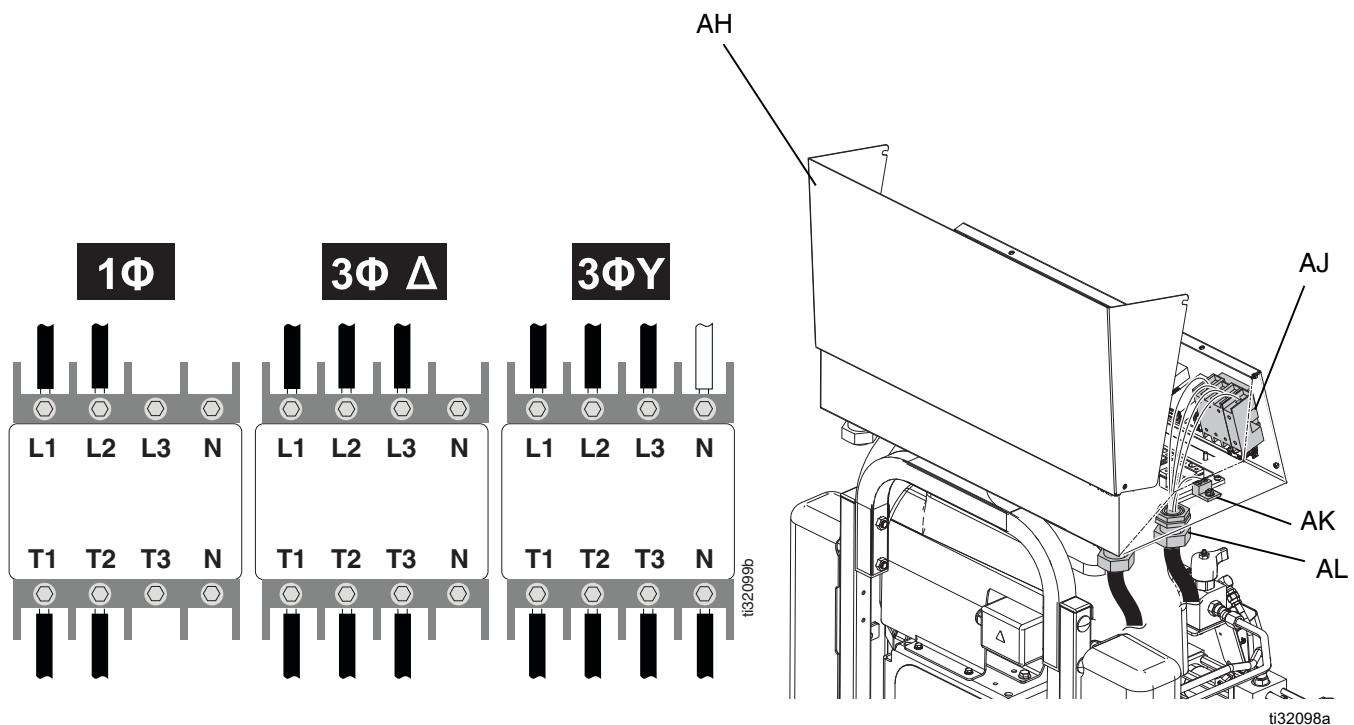

FIG. 8: Raccordement des fils d'alimentation entrants
2. Tournez l'interrupteur d'alimentation principale (CE) sur OFF (Arrêt).
3. Ouvrir la porte du boîtier électrique (AH) en desserrant les boulons (BH) et en relevant la porte. Voir la FIG. 8.
4. Faites passer le cordon d'alimentation dans le passe-fils du cordon d'entrée électrique (AL) dans le coffret électrique (C). Serrer l'attache du cordon électrique (AL). Voir la FIG. 8.
5. Raccordez les fils d'alimentation entrants aux cosses débrancheables principales (AJ) et à la cosse de mise à la terre principale (AK) comme illustré à la FIG. 8. Serrez au couple de 6,2 N•m. Tirez doucement sur tous les branchements pour vérifier qu'ils sont correctement installés.
- a. **230 V, monophasé** : À l'aide d'une clé Allen de 5/32 ou 4 mm, branchez deux cordons d'alimentation sur L1 et L2. Raccorder le vert à la terre (AK).
- b. **230 V, triphasé** : À l'aide d'une clé Allen de 5/32 ou 4 mm, branchez trois cordons d'alimentation sur L1, L2 et L3. Raccorder le vert à la terre (AK).
- c. **400 V, triphasé** : À l'aide d'une clé Allen de 5/32 ou 4 mm, branchez trois cordons d'alimentation sur L1, L2 et L3. Raccorder le fil neutre sur N. Raccorder le fil vert sur la cosse de mise à la terre (AK).
6. Vérifiez que tous les éléments sont correctement branchés comme illustré à la FIG. 8. Fermez la porte du coffret électrique (AH) et serrez les boulons (BH).